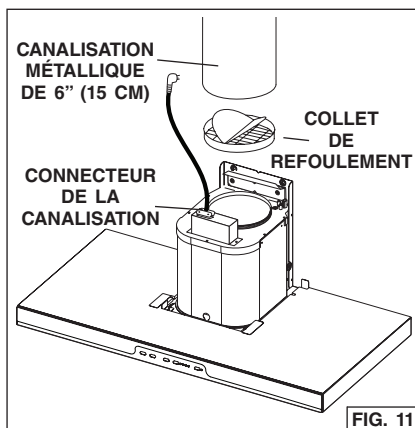

FIG. 11
1. Poussez le collet de refolement sur le connecteur de la canalisation de la hotte et collez le joint avec de l'adhésif pour canalisation en aluminium. Fig. 11.